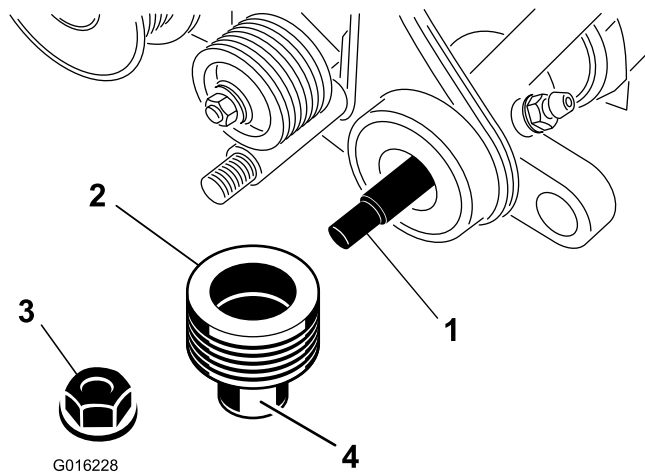

Figure 6
13. Appliquez de la graisse sur le joint extérieur de la poulie d'entraînement (Figure 6).
14. Glissez la poulie sur l'arbre de groomer (Figure 6).
15. Fixez la poulie à l'arbre avec un contre-écrou à embase (Figure 6) serré à un couple de 23 à 28 Nm.
16. Appliquez de la graisse sur le joint de la plaque de support gauche et au bout de l'arbre du groomer (Figure 6).